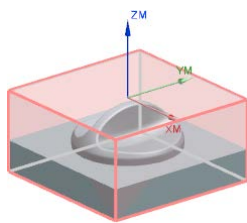

图 3.5 毛坯几何体
Step3. 单击“毛坯几何体”对话框中的按钮，系统返回到“铣削几何体”对话框，完成图 3.5 所示毛坯几何体的创建。